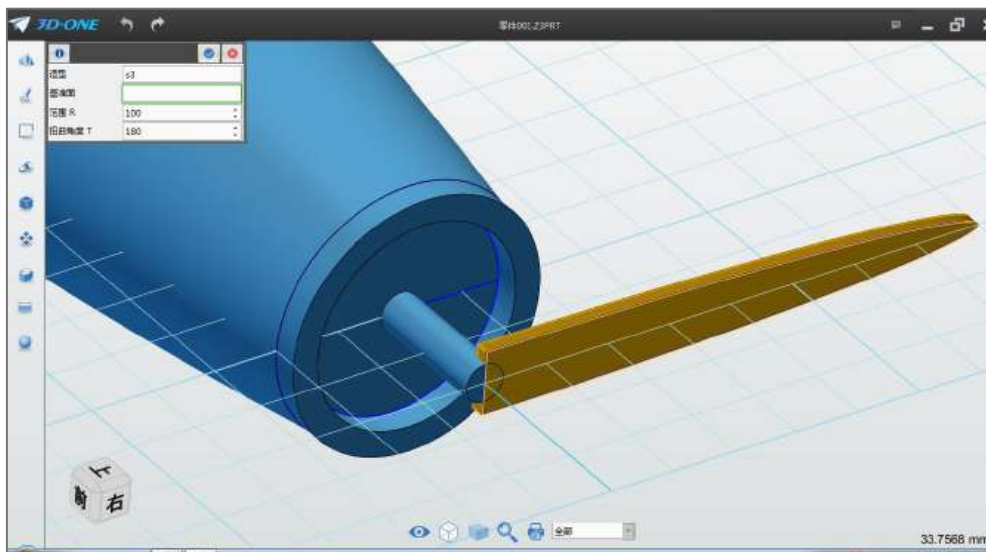

图 2-12
Step 12 点击确定，完成拉伸操作。选择扭转命令 ，造型选择上步骤绘制的扇叶，如下图 2-12 所示：